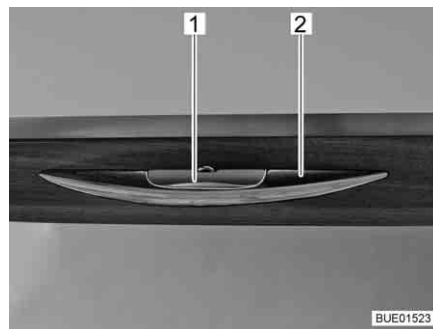
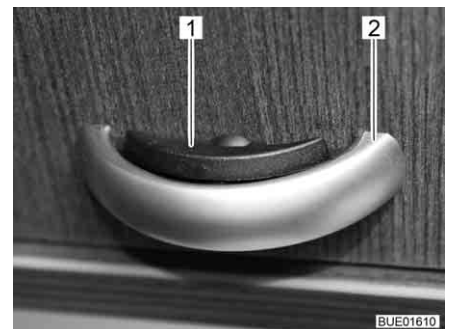

Bild 73 Skåplucka med låshandtag
Bild 74 Skåplucka med låshandtag (alternativ)
- Tryck in låshandtaget (Bild 73,1 resp. Bild 74,1) och håll det intryckt.
- Öppna skåpluckan genom att dra i handtaget (Bild 73,2 resp. Bild 74,2).